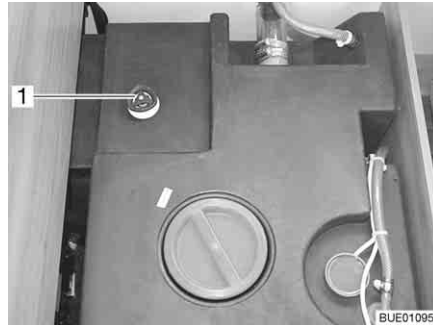

Bild 231 Wassertank mit Drehgriff
- Auf dem Wassertank den Drehgriff (Bild 231,1) im Uhrzeigersinn bis zum Anschlag drehen.
- Auf dem Wassertank den Drehgriff (Bild 231,1) entgegen dem Uhrzeigersinn bis zum Widerstand drehen. Das Wasser läuft bis auf 60 Liter aus.